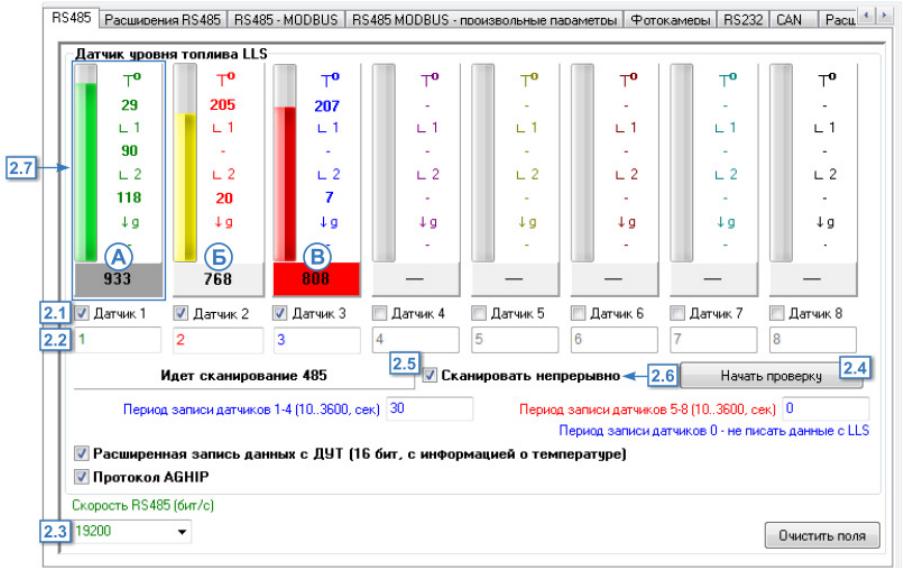

Рис.39. Диагностика датчиков уровня топлива.
- на вкладке «RS485» конфигуратора выбрать проверяемые датчики, установив галочки напротив нужных датчиков (**Рис.39, п. 2.1**). По умолчанию в программе сетевой адрес датчика соответствует порядковому номеру датчика. Для того чтобы изменить сетевой адрес датчика в программе, необходимо задать нужный адрес в поле под опцией «Датчик 1 (2...8)» (**Рис.39, п.2.2**).
- настроить адрес шины RS-485 (Рис.39, п.2.3).
- начать проверку подключенных датчиков, нажав кнопку «Начать проверку» (Рис.39, п.2.4). В ходе проверки отображается сообщение «Идет сканирование 485» (Рис.39, п.2.5). По умолчанию сканирование длится 20 секунд и автоматически прерывается. Для того чтобы сканирование длилось непрерывно, нужно установить галочку напротив опции «Сканировать непрерывно» (Рис.39, п.2.6).
- Состояние работы датчика отображается при помощи индикаторов и шкалы. В процессе сканирования шкала показывает уровень и температуру топлива (в °C) (Рис.39, п.2.7). Если проверяются датчики TKLS и в приборе включен протокол AGHIP, то прибор считает и отобразит углы наклона продольных и поперечных осей датчика, а также величину ускорения, приложенного к датчику.